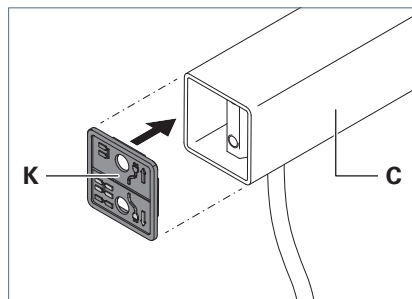

Fig. 3: Innestare la piastra di base.
2. Ruotare la piastra di base **K** nella corretta posizione di montaggio e innestarla sul tubo verticale **C**, vedere Fig. 3.